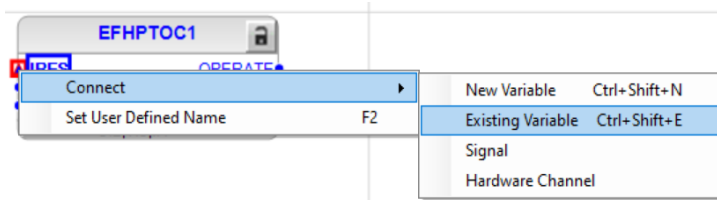

Imagen 242_Conexión de variable existente para el puerto de entrada para el bloque EFHPTOC1.
4.1.24 En el bloque “EFHPTOC1”, damos clic derecho en la entrada del bloque de protección “IRES”, seleccionamos “Connect - Existing Variable” como se observa en la **Imagen 242**.